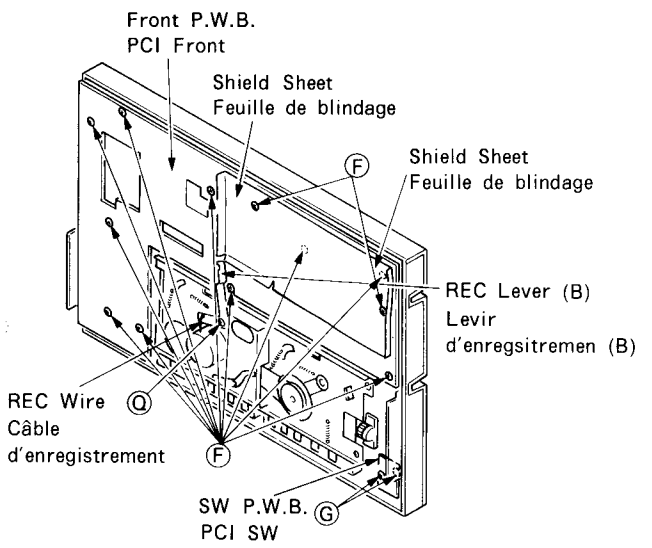
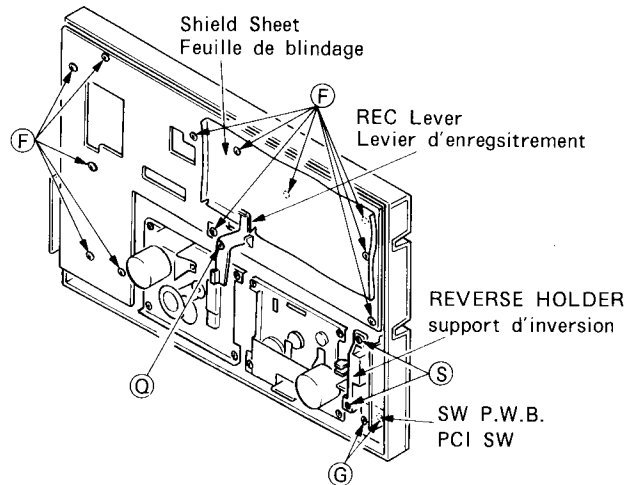

Fig. 4
Fig. 5
- (2) Remove the 1 screw Ⓠ, REC Lever (B) and REC wire. (Fig. 4)
- In case of HRD-MD38 for W (UN) only
- (2) Remove the 1 screw Ⓠ and REC lever. (Fig. 5)
- (3) Remove the 12 screws Ⓡ. (Fig. 4)
- (1) Remove the 2 screws Ⓒ. (Fig. 4)
- (1) Remove the 2 screws Ⓢ with REVERSE HOLDER. (Fig. 5)
- (2) Remove the 2 screws Ⓒ.
- (2) Enlever la vis Ⓠ, le levier REC et le fil REC (Fig. 4).
- Dans le cas de HRD-MD38 pour W (UN) seulement
- (2) Enlever la vis Ⓠ et levier REC (Fig. 5).
- (3) Desserrer les 12 vis Ⓡ. (Fig. 4)
- (1) Desserrer 2 vis Ⓒ. (Fig. 4)
- (1) Enlever les 2 vis Ⓢ avec le support d'inversion. (Fig. 5)
- (2) Desserrer les 2 vis Ⓒ.
- (1) Desserrer les 7 vis Ⓧ (Fig. 5).
- Dans le cas de HRD-MD38 W (UN) seulement